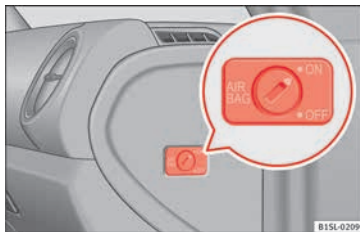

Abb. 75 Auf der Beifahrerseite: Schlüsselschalter zum Ab- und Einschalten des Beifahrer-Frontairbags.
- Drehen Sie den Schlüsselschalter mit dem Fahrzeugschlüssel in die Position **ON**  **Abb. 75**.